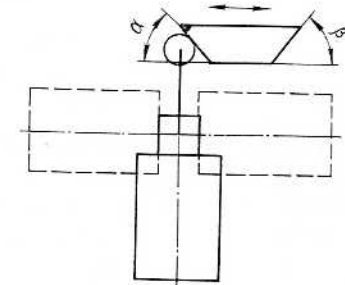

Рис. 3.
5. Выключатели с приводами рычаг с роликом и селективный (рис. 3) предназначены для работы с проходным реверсивным и неререверсивным упорами, но могут работать и с непроходным реверсивным и толкающим упорами. Угол набегания упора α и сбегания β составляют не более 40° при скорости движения упора до 0,25 м/с и не более 20° при скорости свыше 0,25 м/с.